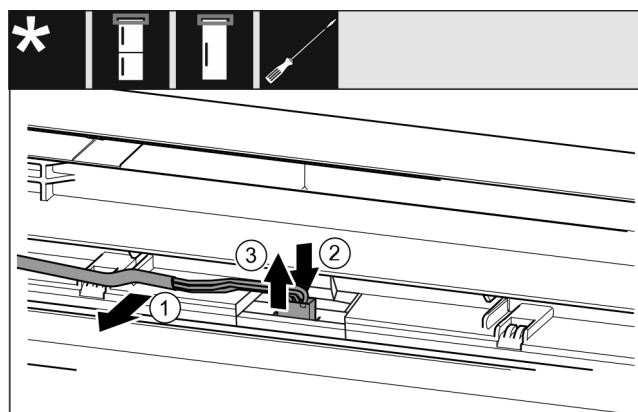

Fig. 18
- ▶ Осторожно высвободите серый кабель из направляющей в двери. Fig. 18 (1)
- ▶ Вдавите назад накладку за штекером. Fig. 18 (2)
- ▶ Осторожно вытяните штекер вверх. Fig. 18 (3)